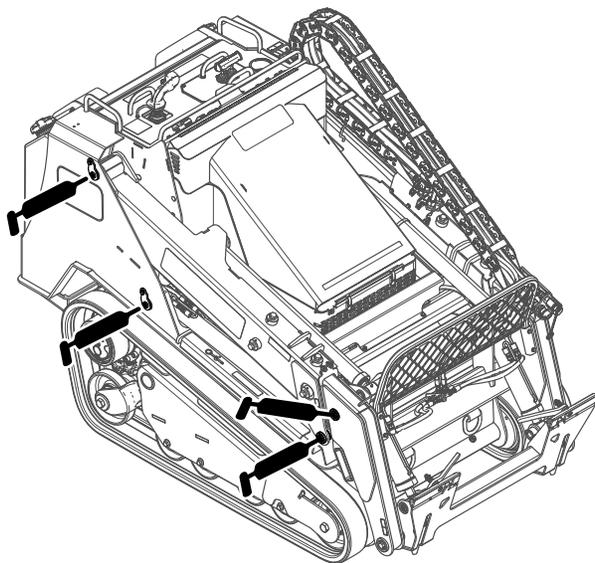
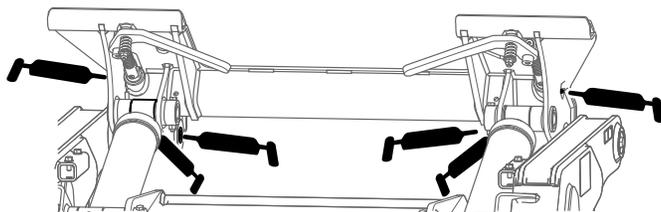
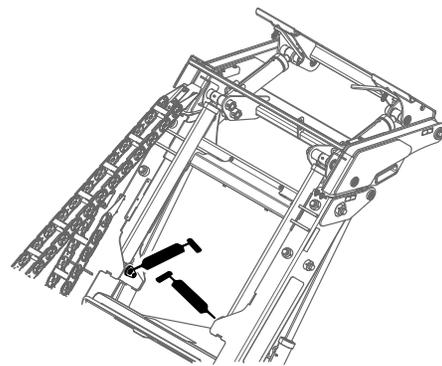

Figure 47
Figure 48
Figure 49
4. Raccordez une pompe à graisse à chaque graisseur (Figure 47, Figure 48 et Figure 49).
**Remarque:** Élevez les bras de la chargeuse avant de graisser les graisseurs; voir la Figure 49.